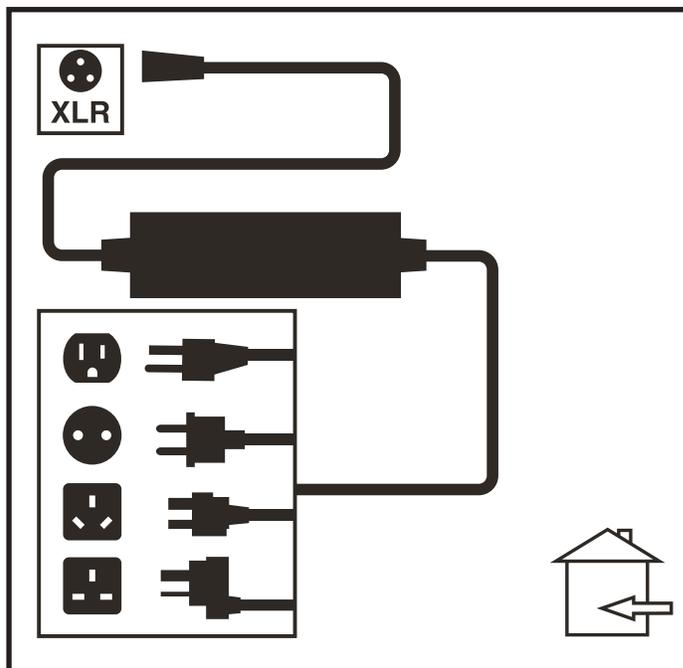

Figura 18. Caricamento della batteria
3. Collegare il caricabatterie esterno con la presa per caricabatterie esterno/programmazione sulla centralina. **Vedere figura 18.**